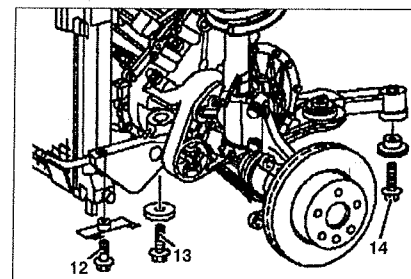

Рис. 4.42. Снятие подрамника: 12, 13, 14. Болты крепления подрамника.
8. Поднимите двигатель и опустите подрамник. Для этого ослабьте болты 12, 13, 14 (см.рис.4.42).